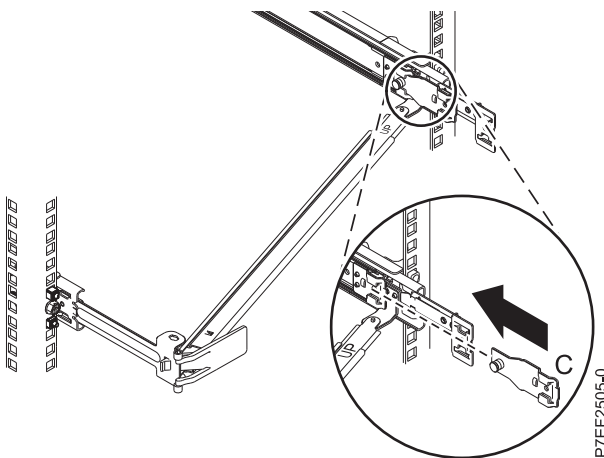

図 14. 取り付け金具をスライド・レールに取り付ける
6. ケーブル・マネージメント停止ブラケット **(B)** を右側スライドの内側のスロットに取り付けます。停止ブラケット **(B)** をスライド・レールに滑り込ませ、バネ式のピンが所定の位置に収まるまでスライドさせます。詳しくは、図 14 を参照してください。